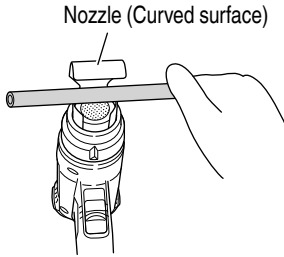

Fig. 16
4. Forming resin pipes (Fig. 16)